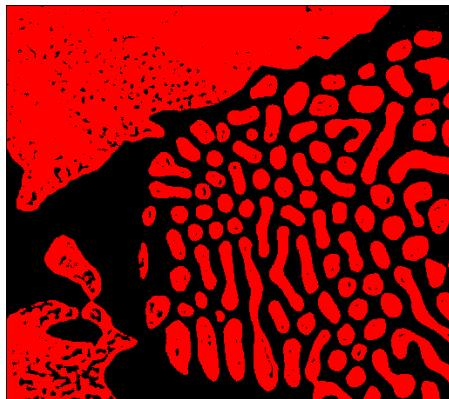

図 3-3. 2 値化により粒子と背景を分離する
5. **OK**をクリックして2 値化を適用して、このステップをスクリプトに追加します。図 3-3 は、バイナリ画像を示しています。処理用に選択したピクセルは、赤で表示されます。選択されていないピクセルは、黒で表示されます。